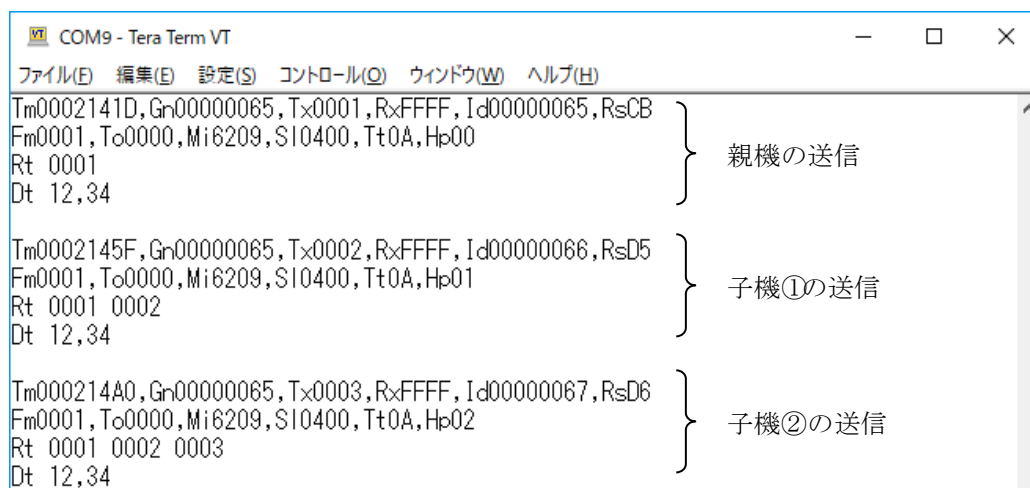

図 11 スニファモジュールの出力データ
- ✧ 図 11 で 3 つのパケットが観察できますが、これは最初に親機（0001）が送信したデータの子機①（0002）が再送信し、子機①の送信データの子機②（0003）が再送信していることを示します。
- ✧ 親機の送信データの子機②が直接再送信してしまっている場合（スニファの Rt 部分が 0001 0003 となっている場合）、子機②が親機に近すぎることが考えられます。子機②を少し離して再度お試しください。